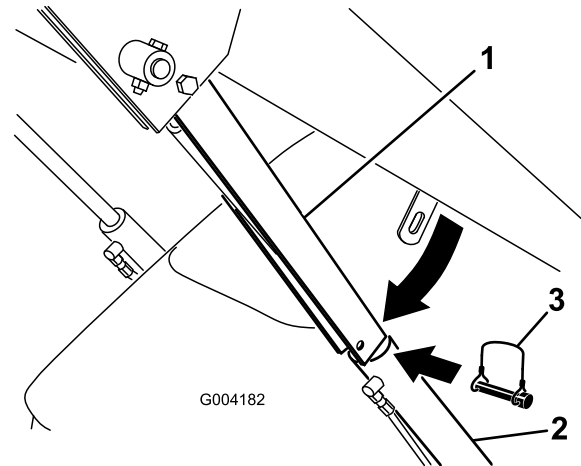

Figura 14
4. Retire el pasador de seguridad que fija el bloqueo del cilindro al brazo de carga (Figura 14).
5. Baje el bloqueo del cilindro sobre la barra del cilindro y fíjelo con el pasador de seguridad (Figura 14).